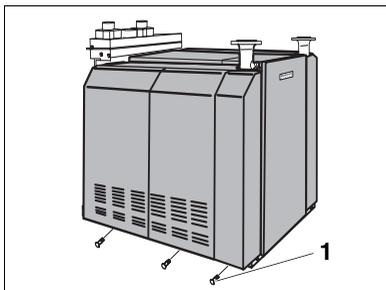

Abb. 5 Verkleidung lösen (z. B. GB434)
- Lösen Sie die Sicherungsschrauben der Verkleidungen (Abb. 5, Pos. 1).